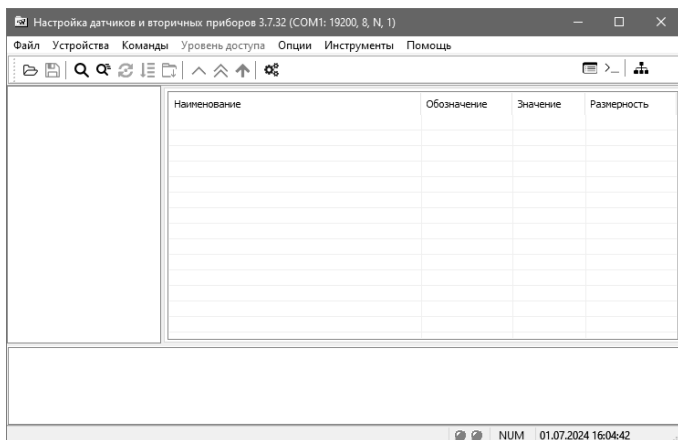

Рисунок 31 – Окно программы «Настройка датчиков и вторичных приборов»
3.10.8 Запустить программу «Настройка датчиков и вторичных приборов» (рисунок 31).